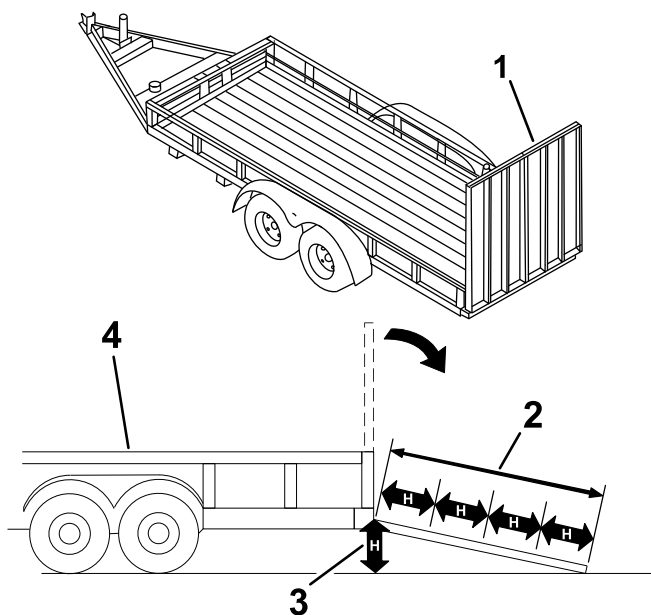

Figure 18
Le chargement de la machine sur une remorque ou un camion augmente le risque de basculement, et donc de blessures graves ou mortelles (Figure 18).
3. Abaissez la rampe (Figure 18).